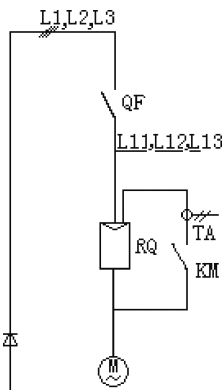

图 15-40 附图1
(9) 由于其他元器件都比较简单, 这里不再介绍。将各元器件绘制完成后, 用导线连接起来, 并适当调整图形的大小和位置, 就构成了附图1, 如图15-40所示。